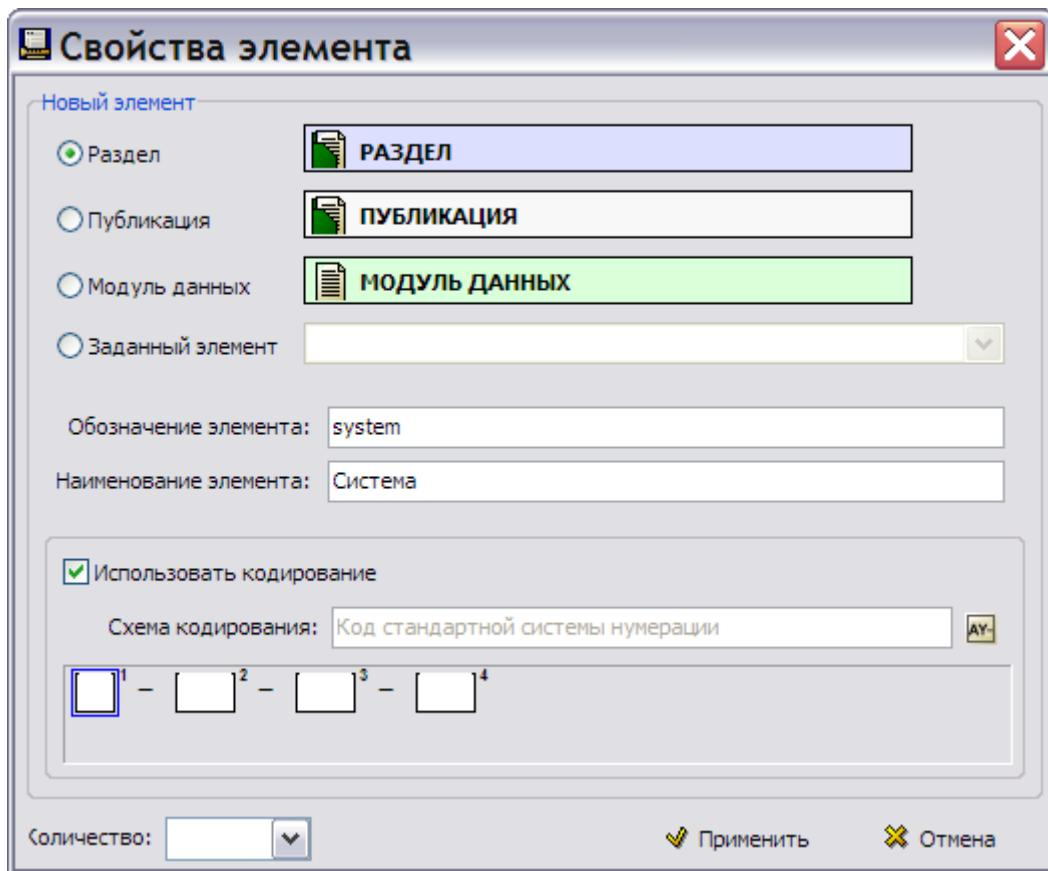

Рис. 4.7
4. Введите обозначение элемента «*system*». Обозначение должно состоять из латинских букв (Рис. 4.7).
9. Нажмите на кнопку **Применить**. После этого произойдёт возврат в диалоговое окно **Свойства элемента** (Рис. 4.7).